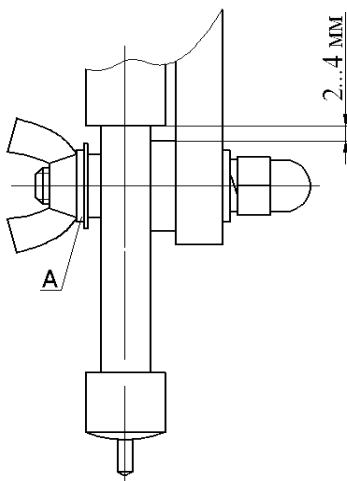

Рисунок 1 - Установка размера 2...4 мм.
После этого установить требуемое сменное нагрузочное сопротивление, установить шайбы «А» (см. рисунок 1), а затем плотно притянуть сменное сопротивление гайками к фиксаторам - для обеспечения надежного электрического контакта.
9.3.1.3 Убедиться, что установлен максимальный вылет измерительных ножек – расстояние между пластмассовыми колпачками измерительных ножек и шайбами фиксатора равно 2...4 мм (см. рисунок 1).
При смене сопротивлений, гайки крепления сопротивлений должны быть плотно затянуты - для обеспечения надежного контакта сменных сопротивлений с фиксаторами, а под гайки подложены плоские штатные шайбы «А» (см. рисунок 1).